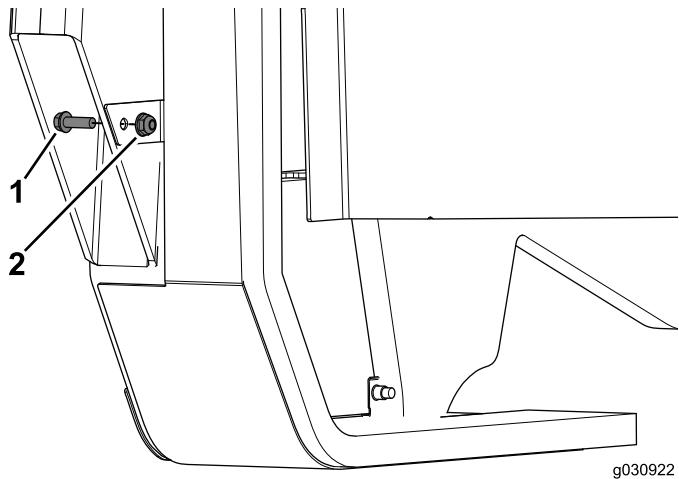

Figura 30
3. Utilize um parafuso (1/4 x 3/4 pol.) e porca flangeada (1/4 pol.) para concluir a instalação do conjunto do painel (Figura 30).